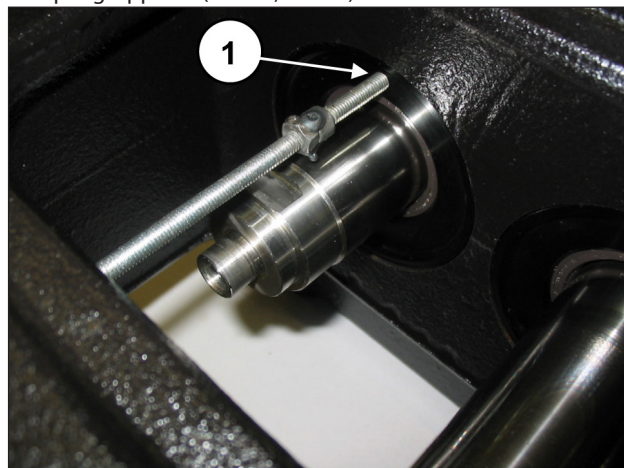
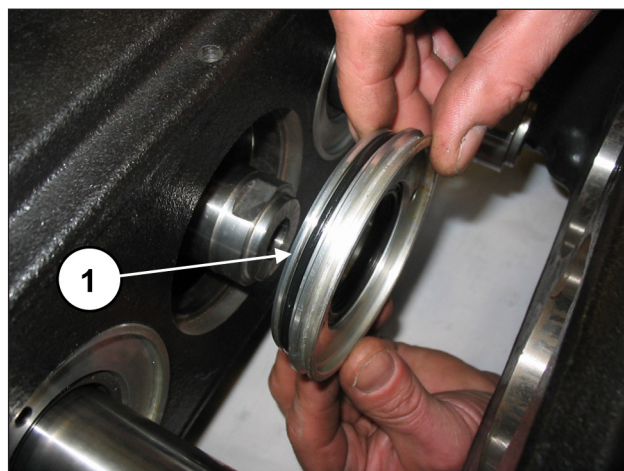

Abb. 3
Abb. 4
Drehen Sie eine Gewindestange oder eine Schraube M6 als Abzieher in die entsprechenden Bohrungen am Ölabstreifring-Deckel ein (Pos. ①, Abb. 3) und nehmen Sie die Deckel von der Pumpengruppe ab (Pos. ①, Abb. 4).